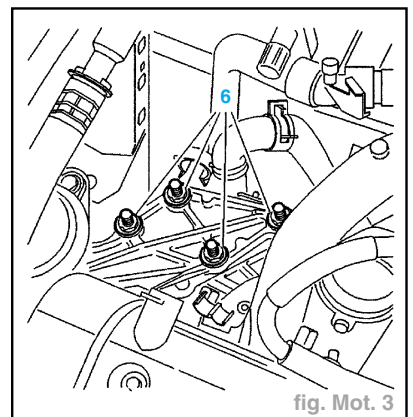

fig. Mot. 3
- Déposer les écrous avec rondelles (6) (fig. Mot. 3).